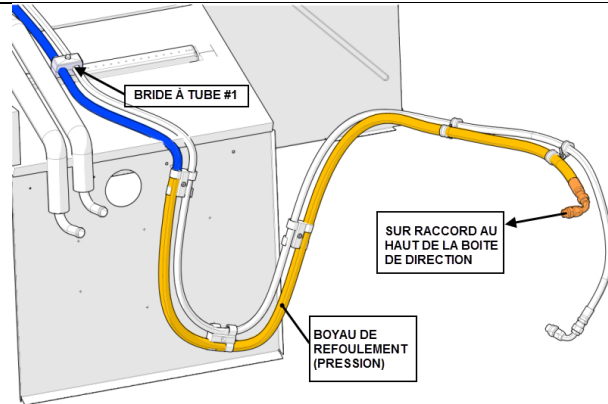

FIGURE 3
- Dans le compartiment de la roue de secours, il est enveloppé d'une gaine jaune et est connecté au haut du boîtier de direction (fig. 3).